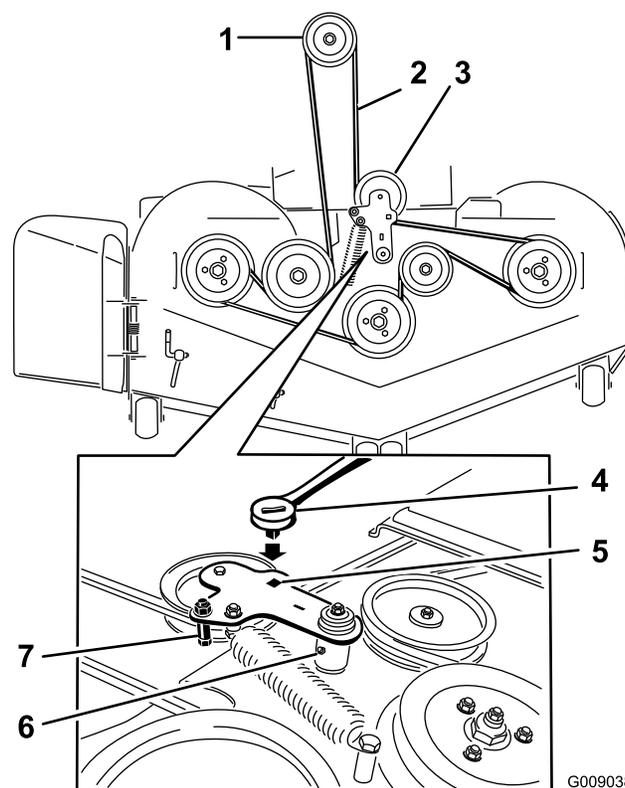

Figura 98
6. Levante la chapa de suelo e introduzca una llave dinamométrica en el taladro cuadrado del brazo tensor de la carcasa (Figura 98).
7. Gire cuidadosamente el brazo tensor de la carcasa en sentido horario y retire la correa del cortacésped (Figura 98).